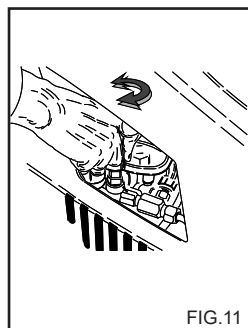

FIG. 11
Dette kapitel vedrører kun modeller, der er udstyret med anordningen "Trykregulator". Anordningen "Trykregulator", fig. 11, giver mulighed for at regulere arbejdstrykket. Hvis drejeknappen C drejes mod uret (B) (minimum), reduceres driftstrykket.